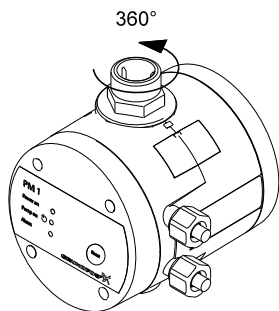

Рис. 1 Вращающийся выпускной патрубок
Выпускной патрубок модуля может поворачиваться на 360°. См. рис. 1.
2. Выполнить электрическое подключение, как показано на рис. 1 или 2, стр. 151, в зависимости от типа электродвигателя.